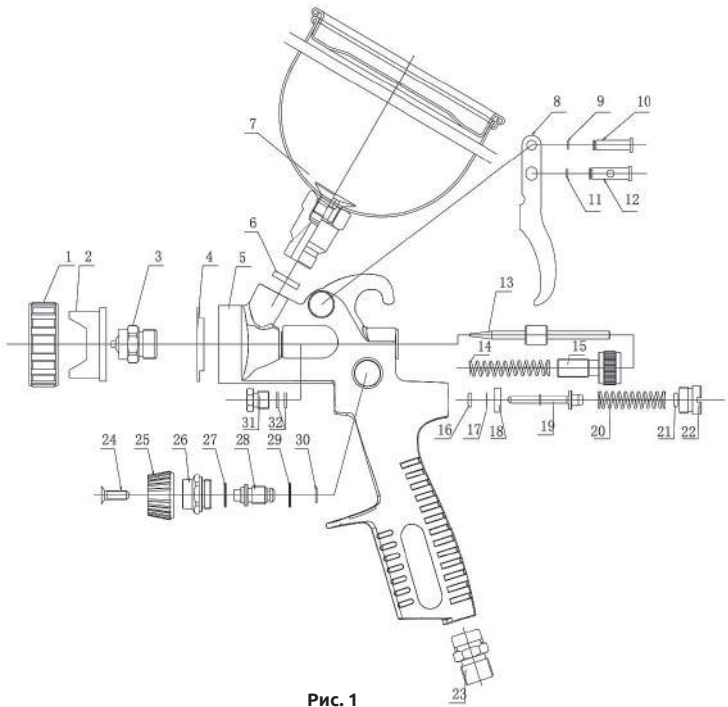

Рис. 1
| СХЕМА КРАСКОПУЛЬТА (Рис. 1)                       |                                                     |
- Для регулировки ширины и формы факела, поверните соответствующий регулятор (№25, Рис.1). При необходимости форму факела можно изменить с овальной на круглую.
- Для регулировки соотношения подачи воздуха и материала, поверните винт регулировки подачи воздуха (№22, Рис.1) и/или регулятор подачи материала (№15, Рис.1) до нужного положения. Во время работы ни в коем случае не выкручивайте регуляторы полностью.